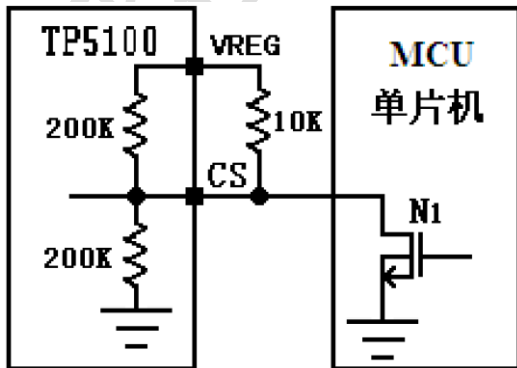

图 4 受外部控制的 8.4V 锂离子电池充电状态与停机状态的切换
8.4V 双节锂离子电池充电状态与停机模式的切换。如图 4 所示，通过一个开漏输出端口与 CS 端连接，如果 NMOS 管栅极输入低电平，N1 截止，此时 CS 端接高电平，则充电截止电压为 8.4V，TP5100 为双节锂离子电池充电。当 NMOS 管栅极输入高电平，N1 导通，此时 CS 端被下拉到 GND，TP5100 为停机模式。VREG 引脚可以输出 5mA 驱动电流，上拉电阻可选 1K-100K。